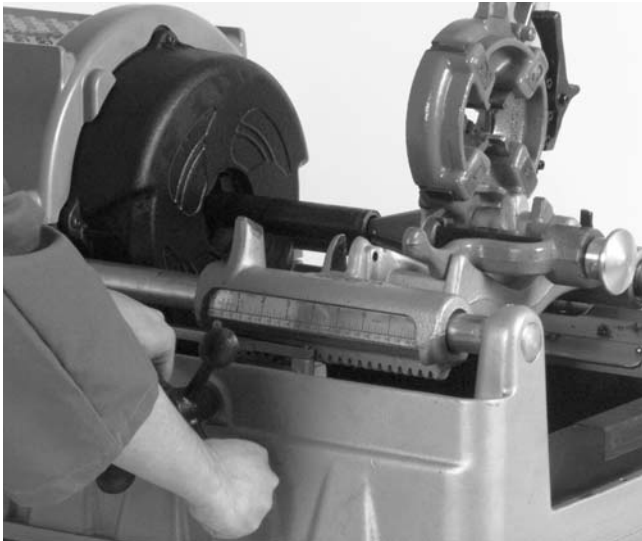

Figura 6 – Escariado de tubos con la Escariadora No. 341
4. Ejerciendo presión sobre el volante, cargue la escariadora sobre el tubo hasta completar el escariado. (Figura 6)